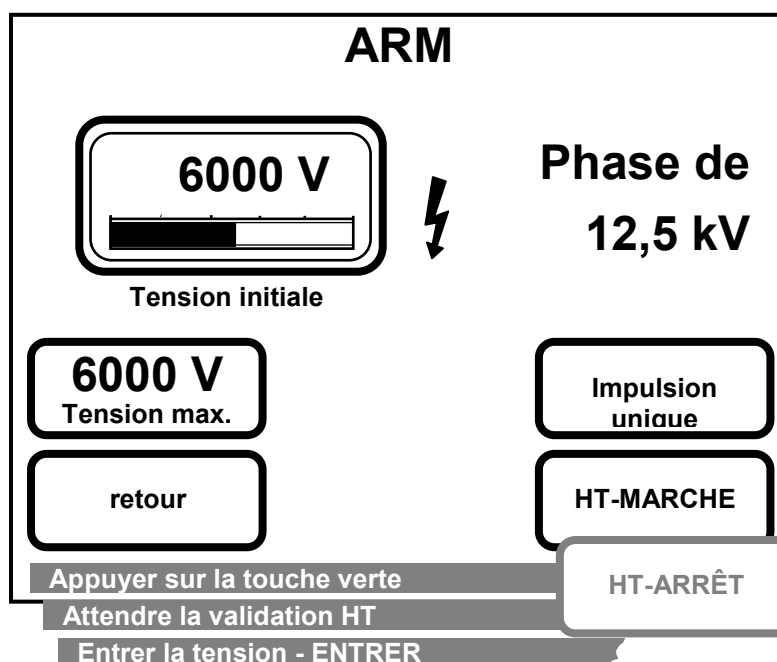

Fig. 11 : Menu Prélocalisation MRA
3. Après sélection de la gamme de tensions, le menu ci-dessus (Fig.11 : Menu Prélocalisation MRA) apparaît.